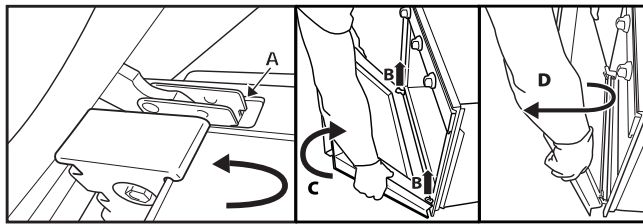

Fig. 2
3. Feche a porta o mais possível (A), levante a porta (B) e rode-a (C) até ficar solta (D) (fig. 2).